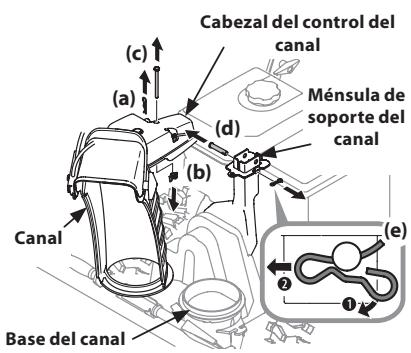

Figura 2-23
- Retire el sujetador de horquilla (a), la tuerca de mariposa (b) y el tornillo hexagonal (c) del cabezal de control del canal, y el pasador de horquilla (d) y el pasador de chaveta con unión curva (e) de la ménsula de soporte del canal. Consulte Figura 2-23.